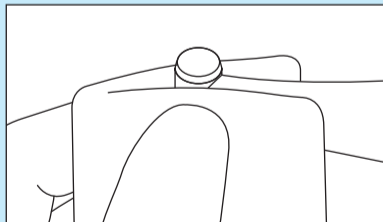
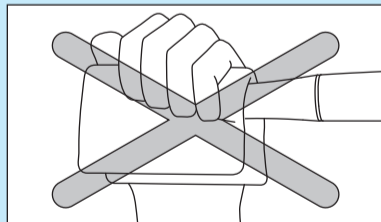

図7
図8
- ・ハンドピース内の余分なオイルを排出するために空運転する場合は、バーを取り外したまま15秒ほど空運転してください。その際、オイル飛散を防ぐため、ヘッドに布等をあてがう場合は、図7のようにあてがい、プッシュボタンを押さないように注意してください(図8)。バーが取り付けられなくなるなどの故障の恐れがあります。